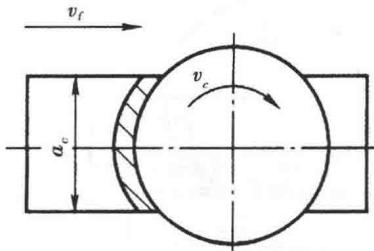

图 1-3 对称铣削示意
(3) 对称铣削（如图 1-3 所示）：铣刀位于工件宽度的对称线上，切入和切出处的铣削厚度最小又不为零，因此，对铣削具有冷硬层的淬硬钢有利。其切入边为逆铣，切出边为顺铣。